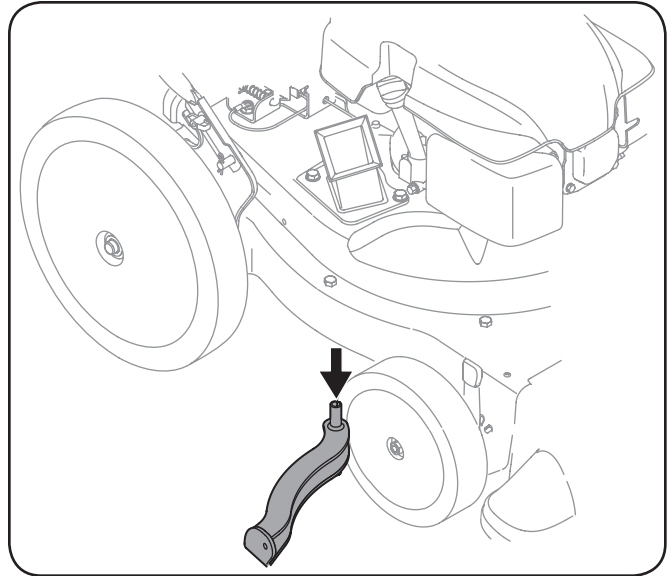

Figure 6-3
6. Saque la pantalla y límpiela con un cepillo o lávela con agua. Vea la fig. 6-3.